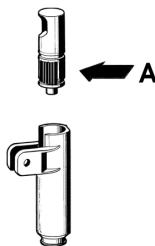

figura 2
- 2** Lubricar el pistón del grifo (en la zona A indicada en la Figura 2) utilizando exclusivamente la grasa adecuada para uso alimentario.